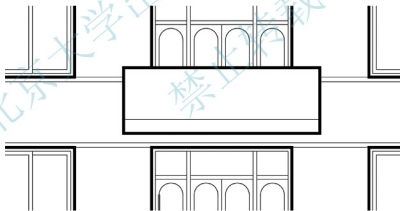

图 4.44 绘制阳台板下部分隔线
(5) 打开【正交】、【对象捕捉】和【对象追踪】功能。
(6) 启动【直线】命令(快捷键 L)。
① 在指定第一点: 提示下, 将光标放到阳台的左下角点, 当出现端点捕捉后不单击, 然后将光标轻轻地向上拖出虚线, 此时输入“300”后按 Enter 键, 指定直线的起点位于距离阳台左下角点垂直向上 300mm 处。
② 在指定下一点或 [放弃(U)]: 提示下, 将光标向右拖动, 输入“4200”后按 Enter 键结束命令, 指定直线的长度为 4200mm, 结果如图 4.44 所示。